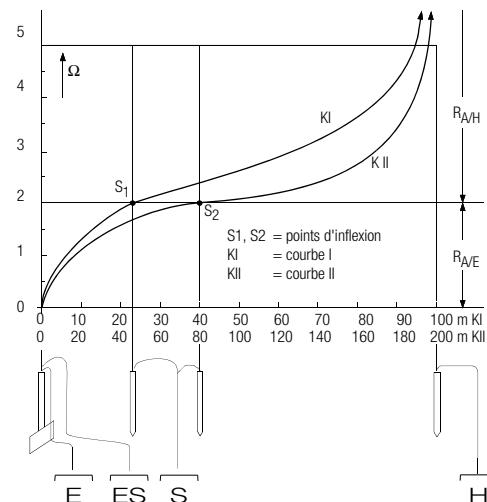

Figure 6 Mesure de la résistance de terre d'une installation de mise à la terre de grandes dimensions
Dans ce cas, procédez comme indiqué sur la figure 6, page 21.
- Enregistrer les valeurs de résistance mesurées sous forme de tableau, puis de graphique, comme indiqué sur la figure 6, page 21 (courbe I).
Si l'on obtient une courbe de résistance sans zone horizontale nette, il faut contrôler la mesure en déplaçant la prise de terre auxiliaire. Cette nouvelle courbe de résistance doit être reportée dans le premier diagramme en modifiant l'échelle en abscisse de manière à faire coïncider les deux emplacements de la prise de terre auxiliaire. On peut alors contrôler au point d'inflexion S₂ la résistance de diffusion initialement déterminée (voir figure 6, page 21).